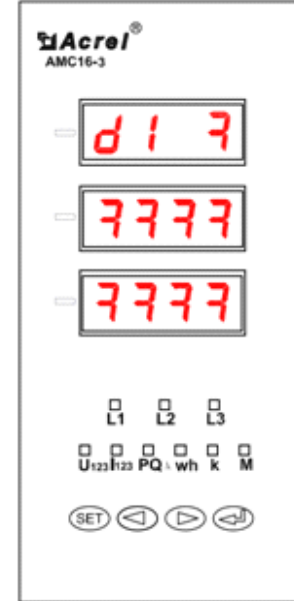

图 17
- 6) 图 17 为开关量状态指示，图示状态为 18 路开关量全闭（1~18 路排列次序同图 9）。